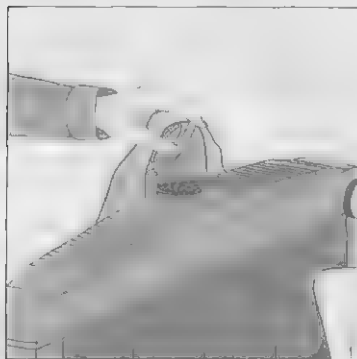

Рис. 14.1. Откручивание крышки радиатора с соблюдением мер предосторожности
Для того чтобы не обжечь руки, всегда беритесь за крышку через тряпку (рис. 14.1).
2. Наклоните крышку так, чтобы она открывалось от вас (и любого, кто с вами рядом) (см. рис. 14.1).